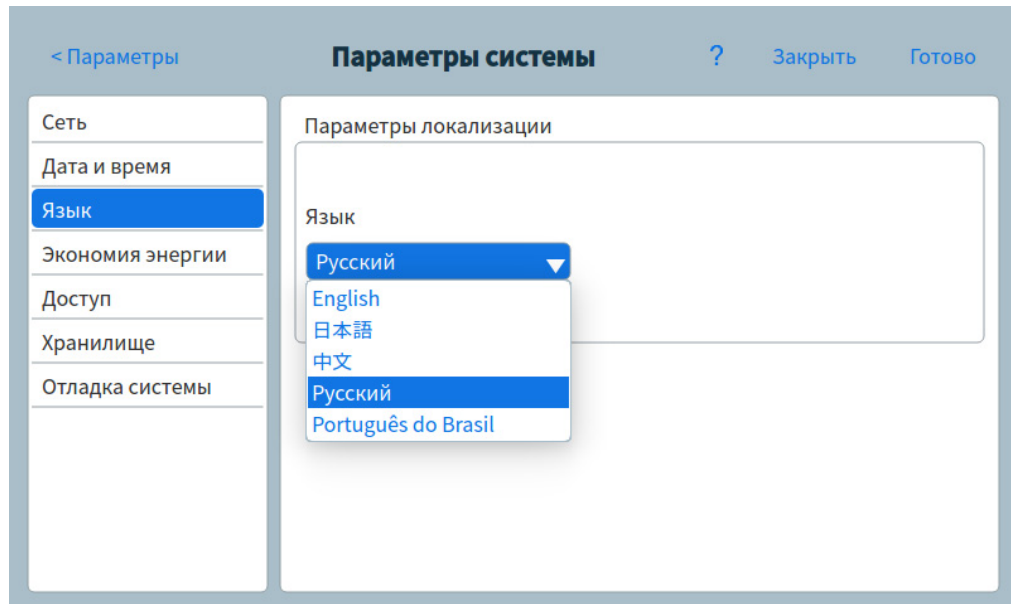

Рис. 46. Страница языковых параметров
- 1 На странице системных параметров нажмите кнопку выбора страницы **Язык**. Появится страница языковых параметров. См. **Рис. 46**.